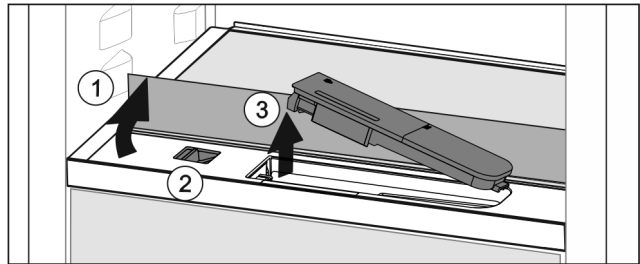

Fig. 51
- ▶ Glasplaat heffen en tot de aanslag naar achter klappen Fig. 51 (1).
- ▶ Schuif Fig. 51 (2) naar links schuiven.
- ▶ Waterreservoir eruit halen Fig. 51 (3).